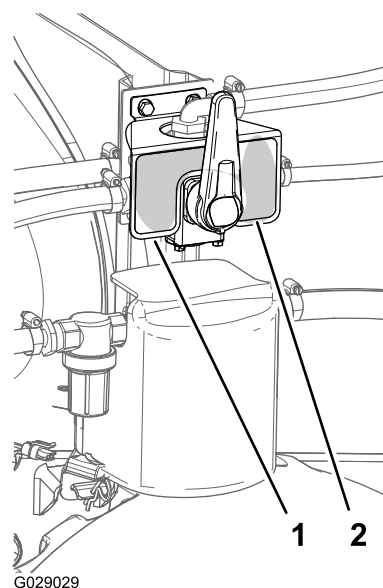
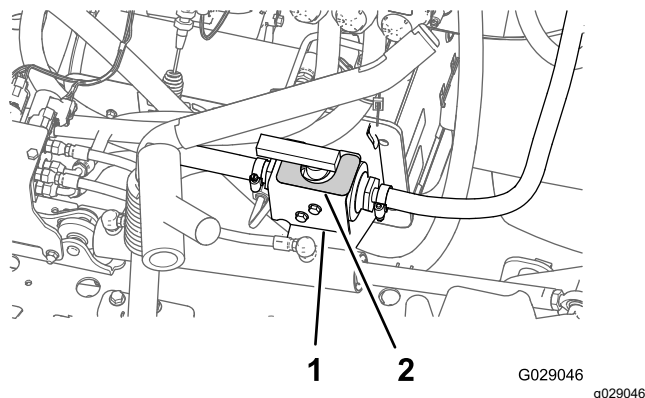

Figura 51
Figura 52
1. Limpe bem a superfície do suporte da válvula de 4 vias e do suporte da válvula de esfera (Figura 51 e Figura 52).
2. Descole a parte posterior do autocolante e coloque os autocolantes na máquina, conforme indicado na Figura 51 e Figura 52.